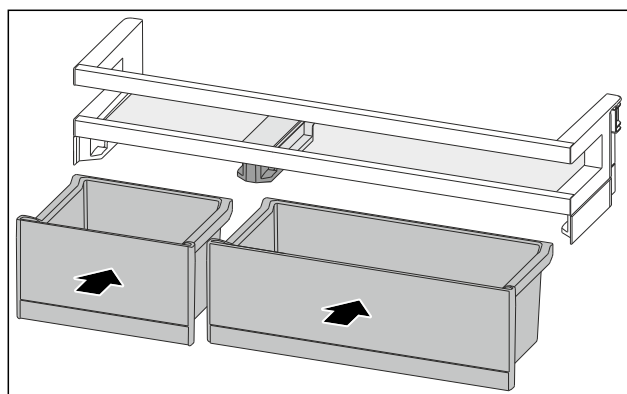

Fig. 110
- ▶ VarioBoxy vložte v opačném pořadí. (viz Fig. 110)